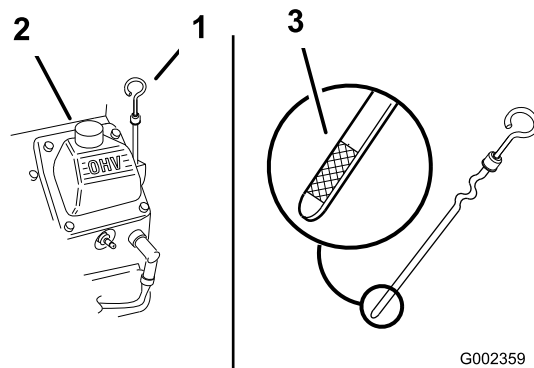

Bild 149
3. Reinigen Sie den Bereich um den Öleinfüllstutzendeckel und den Peilstab (Bild 149).